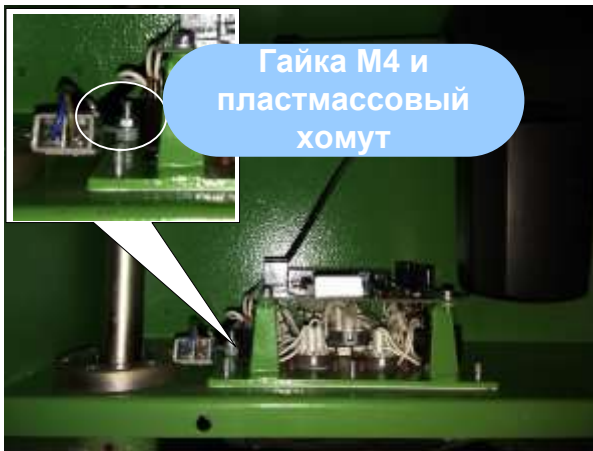

Рисунок 4 – Расположение гайки крепления хомута
1.2.2.1 Отсоединить разъём актуатора. Для этого торцовым ключом выкрутить гайку М4, которым крепится полиэтиленовый хомут к корпусу и по возможности расстегнуть, см Рисунок 4.
Осмотреть новый актуатор. Убедиться, что он находится во ВТЯНУТОМ ПОЛОЖЕНИИ и кабель подключения не поврежден, а контактные клеммы надежно напрессованы на его жилы. После осмотра прикрепить заднюю проушину актуатора к кронштейну на задней стенке корпуса мишенной установки и «зашплинтовать». Вставить шток актуатора в рычаг вала и зафиксировать штифтом (см. рисунок 4). В креплении актуатора, для его надежной работы, необходимо установить продольный люфт 1,0-2,0 мм. После установки актуатора необходимо убедиться в свободном качании актуатора (~1..2 мм) по продольной оси. При необходимости произвести установку люфта выворачиванием штока актуатора против часовой стрелки и только после этого «зашплинтовать».